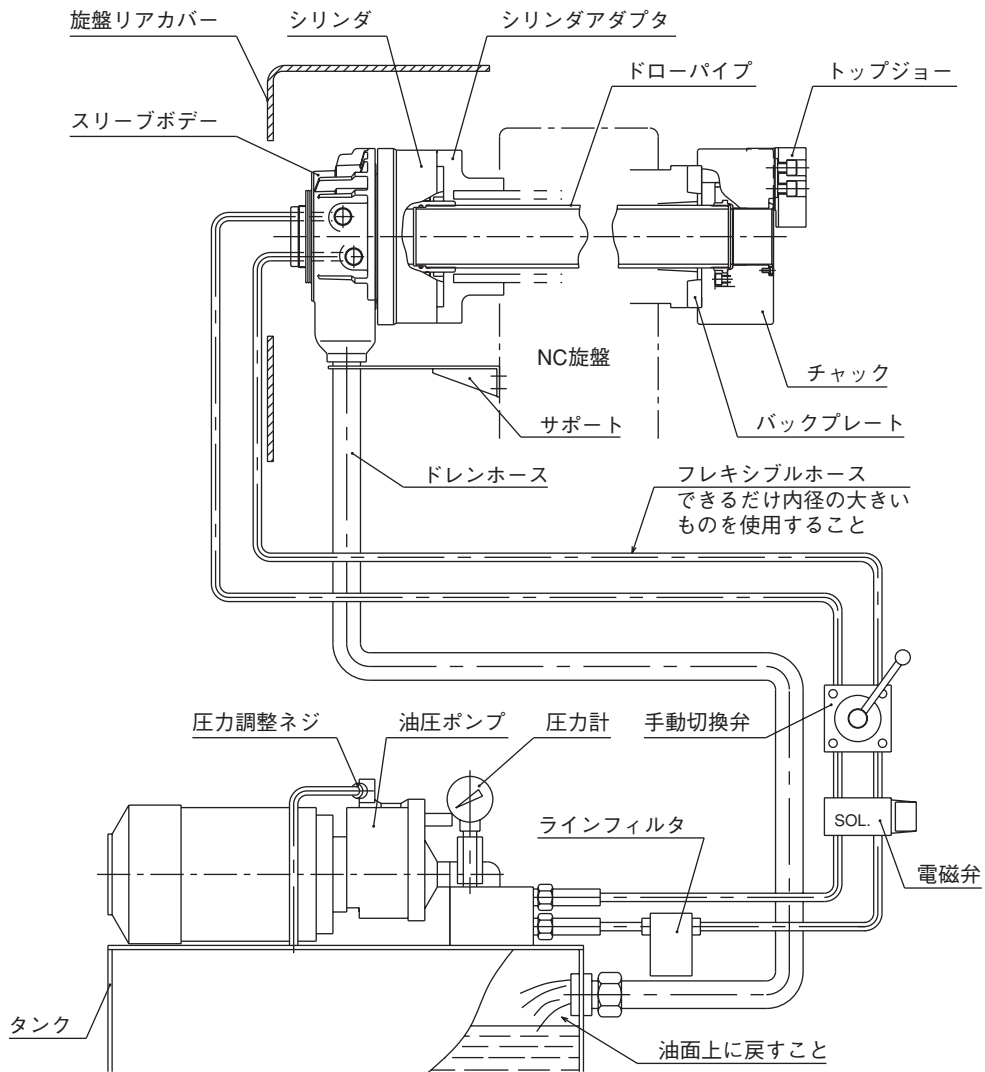

図 13
- ・ドレンは必ず油圧ユニットの油面上に戻すこと。(図13参照)